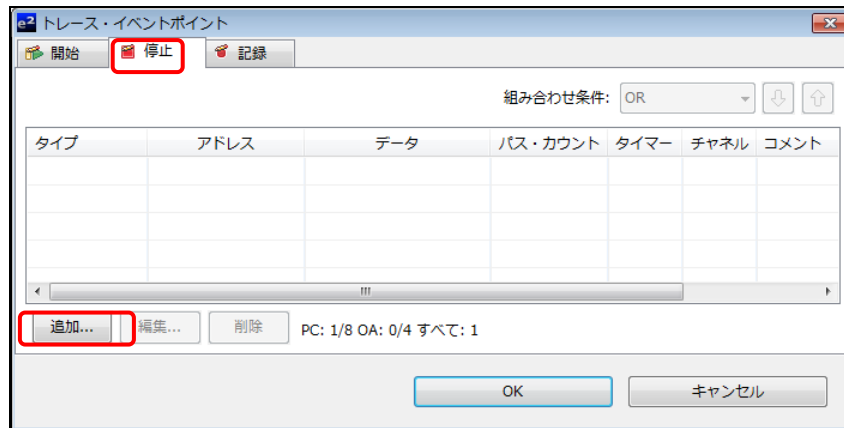
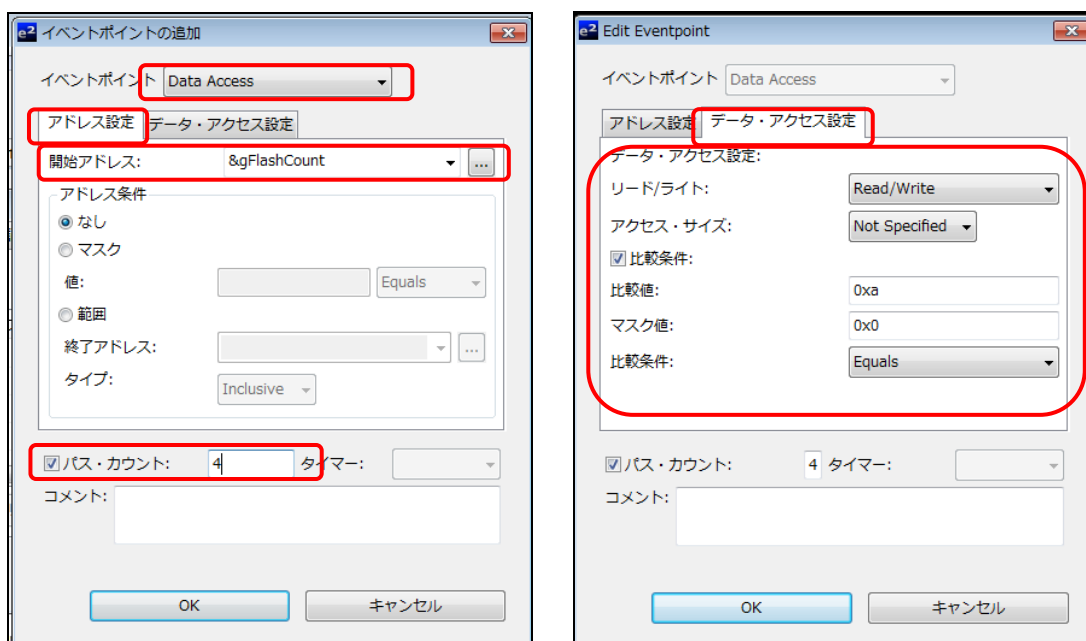

図 9 [トレース停止] 条件の設定
図 10 データ・アクセスの [トレース停止] 条件の設定
3. 図9と図10に示すように[トレース停止]条件を設定します。
- a. 変数 '&gFlashCount' にトレース停止を設定するために、[停止]タブで[追加...]ボタンをクリックします(図9参照)。